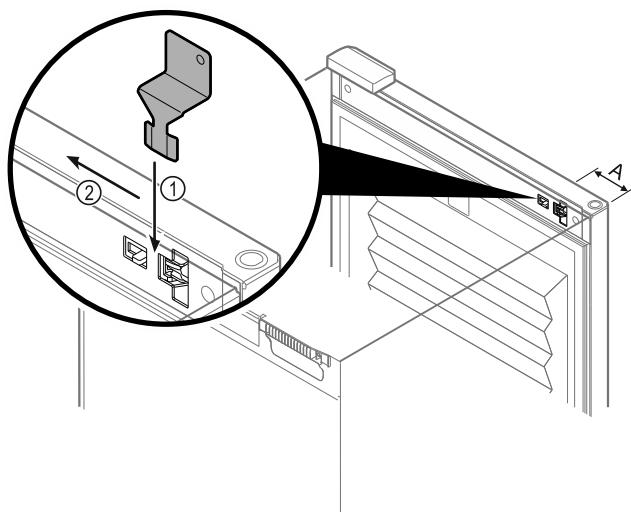

Fig. 146
- Laikykite avarinio atrakinimo raktą nurodytoje vietoje Fig. 146 (A) ≈ 100mm.
- Ikiškite avarinio atrakinimo raktą tarp durų ir prietaiso korpuso iš viršaus iki galo Fig. 146 (1).
- Patraukite avarinio atrakinimo raktą lankstų pusės kryptimi Fig. 146 (2).